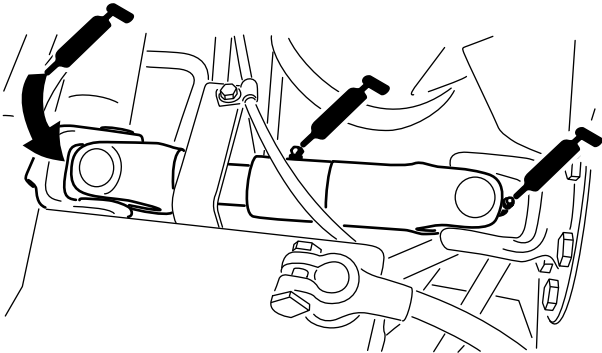

Figura 27
- Articulación de cardán del árbol de transmisión de la bomba (3) (Figura 27)